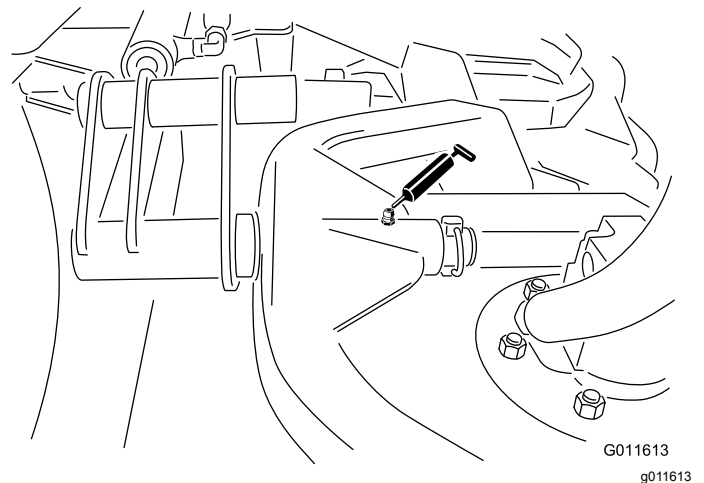

Figura 62
- Estrutura de suporte da articulação da unidade de corte (1 de cada) – Figura 62